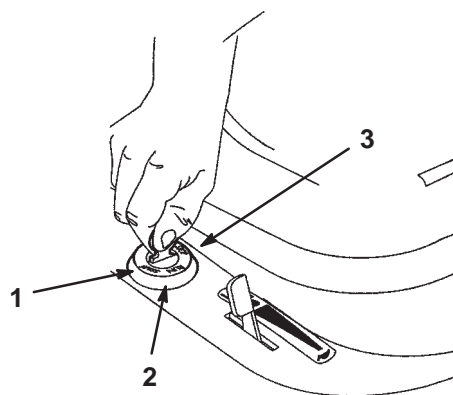

Figure 8
5. Tournez la clé de contact dans le sens des aiguilles d'une montre et maintenez-la en position de Démarrage (Fig. 8). Relâchez la clé quand le moteur démarre.
2. Tournez la clé de contact à la position Contact coupé (Fig. 8).